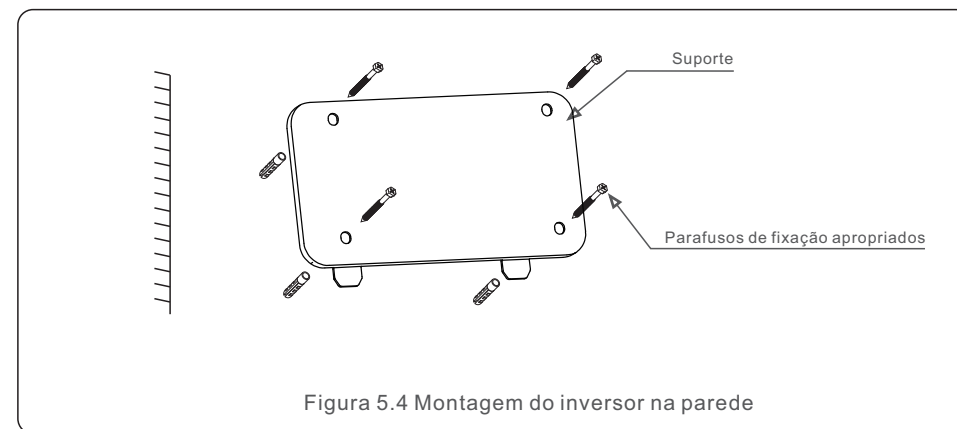
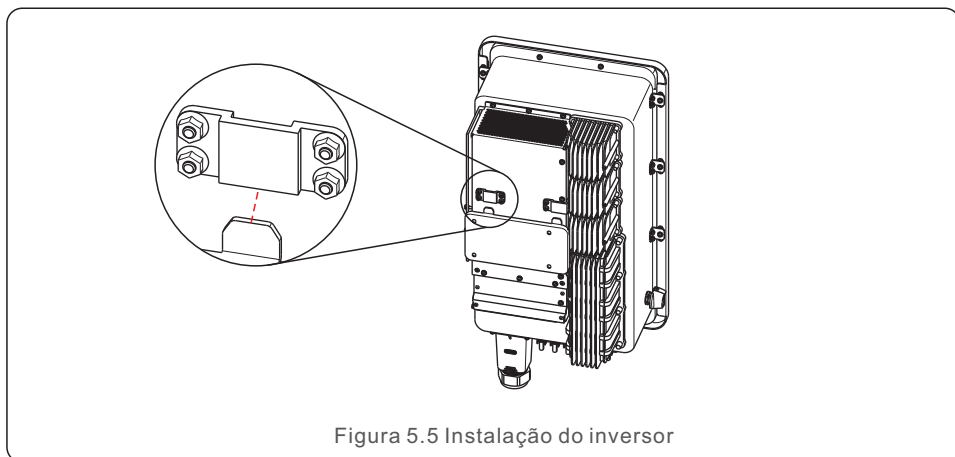

Figura 5.4 Montagem do inversor na parede
Figura 5.5 Instalação do inversor
Consulte a Figura 5.4 e a Figura 5.5. O inversor deve ser montado verticalmente. As etapas para montar o inversor estão listadas abaixo.
1. Consulte a Figura 5.4. Os furos para o parafuso de expansão baseiam-se no diâmetro do furo do suporte (M10\*70). Use uma broca de 10 mm e faça o furo verticalmente na parede. Todos os furos devem ser perfurados a uma profundidade de 60mm.
2. Certifique-se de que o suporte esteja na horizontal e os furos de montagem (Figura 5.4) estejam marcados corretamente. Faça os furos na parede de acordo a marcação.